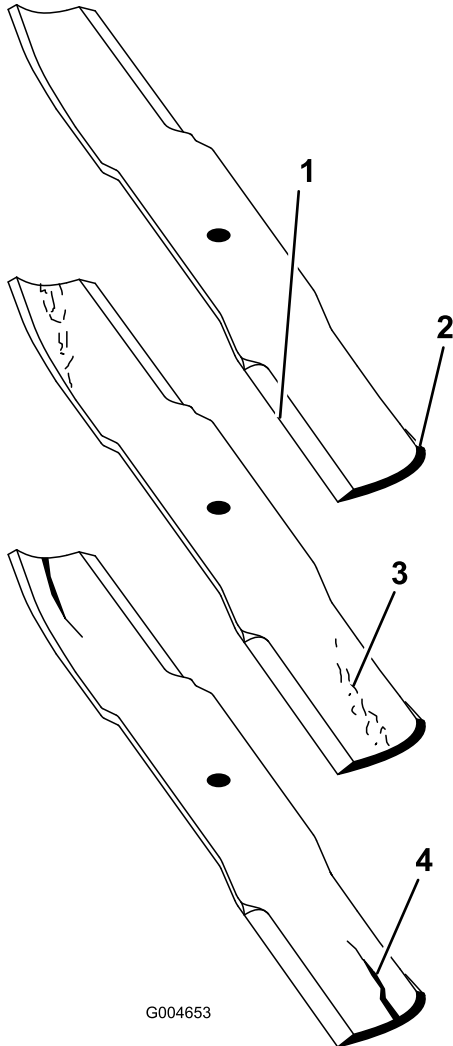

図 86
2. ブレードの切っ先を注意深く観察、特に、直線部と曲線部が交わる部分をよく観察する図 86。この、直線部と曲線部の交差域は、砂などによる磨耗が進みやすい部分なので、機械を使用する前によく点検することが必要である。磨耗が進んでいる場合図 86には、ブレードを交換する。